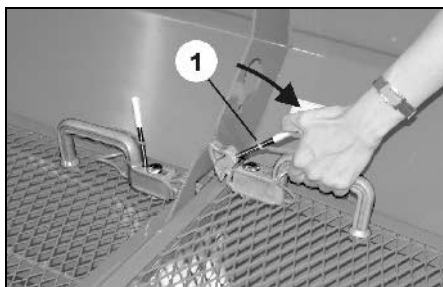

Fig. 17
- (Fig. 17/1) Frigöringsläge för att fälla upp skyddsgallret
2. Använd handtaget för att vrida frigöringsverktöget (Fig. 17).